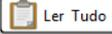

Figura 32: Dados de uma arquivo selecionado
- 1) **Indicador:** Habilita um indicador de contagem na tela auxiliar (segundo monitor) do computador. Ao abrir a tela do indicador a mensagem de capacidade é solicitada (Figura 32). Insira a capacidade do recinto.